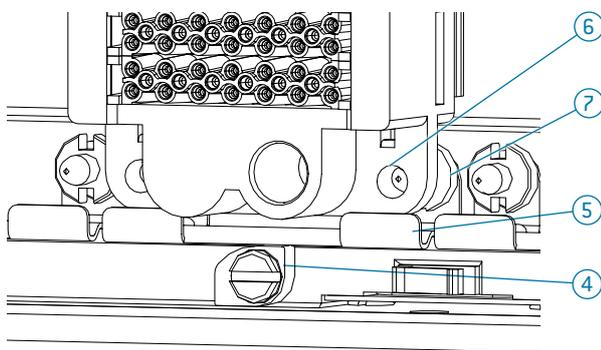
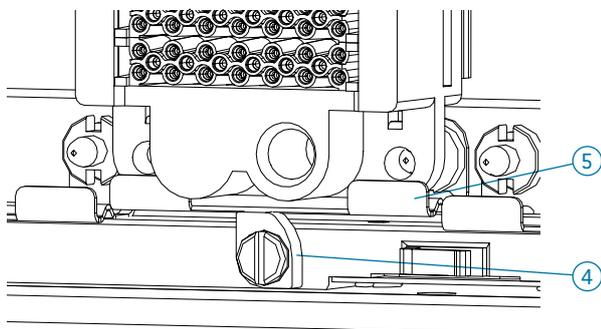

Abb. 55
Abb. 56
- ▶ Öffnen Sie zum Einsetzen eines Steckverbinders die obere und untere Exzenter-schraube (4) des jeweiligen Steckplatzes. Drehen Sie dazu die Exzenter-schraube um 90° gegen den Uhrzeigersinn (Abb. 55).
- ▶ Richten Sie die Seite mit den zwei Führungs-buchsen (1) nach oben aus.
- ▶ Setzen Sie den Steckverbinder (3) in den Steckplatz ein. Setzen Sie dazu die Bohrungen des Rahmens (6) auf die Zentrierstifte (7).
- ▶ Drehen Sie zum Schließen die obere und untere Exzenter-schraube um 90° im Uhrzeigersinn. Das Federblech der Halterung (5) wird über die Drehung der Exzenter-schraube (4) in die Verriegelungsposition gebracht. Der Steckverbinder ist somit in seiner Lage gesichert (4) und (5) (Abb. 56).